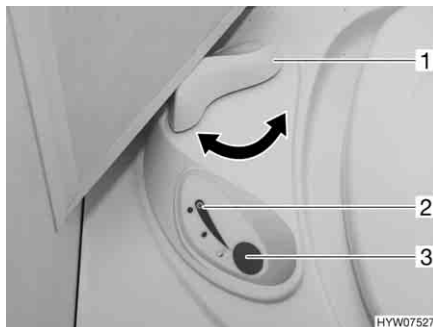

Fig. 107 Centralina di controllo toilette Thetford
- Prima di tirare l'acqua, aprire il cursore della toilette Thetford. A tal fine ruotare la leva del cursore (Fig. 107,1) in senso antiorario.
- Per sciacquare premere il pulsante blu (Fig. 107,3).
- Dopo aver tirato l'acqua chiudere il cursore. Ruotare la leva del cursore (Fig. 107,1) in senso orario.
Quando la cassetta Thetford è piena e deve venire svuotata, la spia di controllo (Fig. 107,2) si accende.
- Ruotare la leva del cursore (Fig. 107,1) in senso orario. Il cursore viene chiuso. Per svuotare il cursore **deve** essere chiuso nella toilette Thetford.